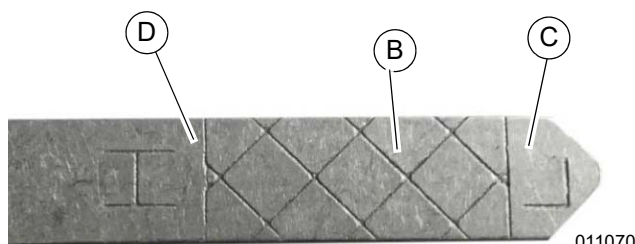

Figure 2-21. Repère de remplissage d'huile
6. Voir Figure 2-21. Continuer de verser quelques onces ou décilitres à la fois, en vérifiant le bouchon-jauge d'huile jusqu'à ce que le niveau d'huile soit dans la zone hachurée (B) entre le bas de la jauge (C) et le repère H(aut) (D). **Ne pas trop remplir.**